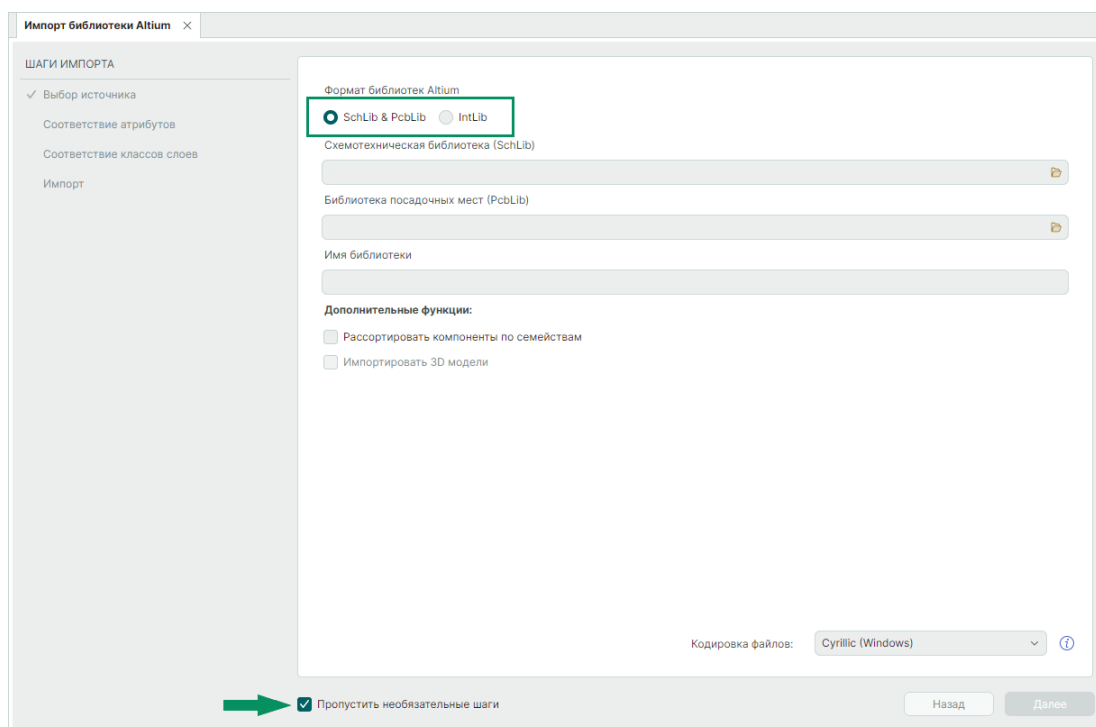

Рис. 7 Выбор формата импортируемой библиотеки
1. Для импорта библиотеки в окне «Импорт библиотеки Altium» выберите формат импортируемой библиотеки: схематехническая библиотека и библиотека посадочных мест (*.SchLib & *.PcbLib) или интегрированная библиотека (*.IntLib), см. Рис. 7.